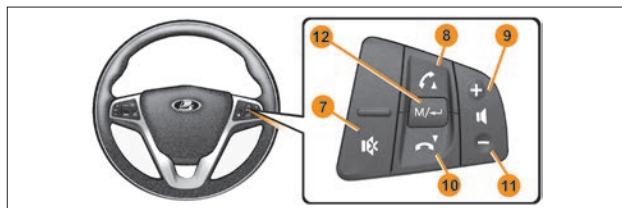

Рис. 2. Блок управления мультимедийной системой
- выключатель «M/←» – выбор источника (радио/USB/SD), (рис. 2, п. 12);